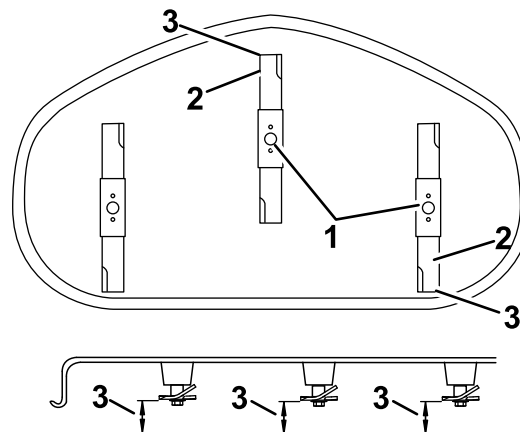

Figure 58
4. Faites pivoter les lames avec précaution pour faire passer les pointes avant à l'arrière (Figure 58).
5. Mesurez la distance entre la pointe de la lame avant et la pointe de la lame arrière par rapport à la surface plane (Figure 58).